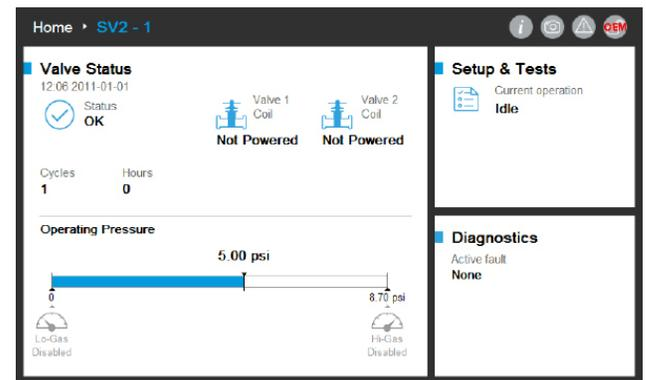

Fig. 5. Session wurde hergestellt. Der Benutzer ist als OEM eingeloggt.
Sollten die Hauptzugangs-Passwörter des Installers und/oder des OEM verloren worden sein, ist ein Passwort-Reset möglich, wenn die Reset-Mechanismen vom OEM aktiviert wurden. Weitere Informationen finden Sie in Abb. 5. Der Reset-Mechanismus wird zwischen Installer und OEM variieren. Beachten Sie, dass eine Betätigung des Ventils oder der Benutzeroberfläche diese Vorgehensweise nicht aufhebt.
Standardmäßig wird die Passwort-Reset-Funktion für den Installer und den OEM deaktiviert und muss nach anfänglicher Konfiguration von jedem Gerät durch den OEM oder den ursprünglichen Besitzer wie in Abb. 5 freigegeben werden.
- Der OEM kann auswählen, ob er die Passwort-Reset-Funktion aktiviert oder deaktiviert. Weitere Informationen finden Sie in Abb. 5.